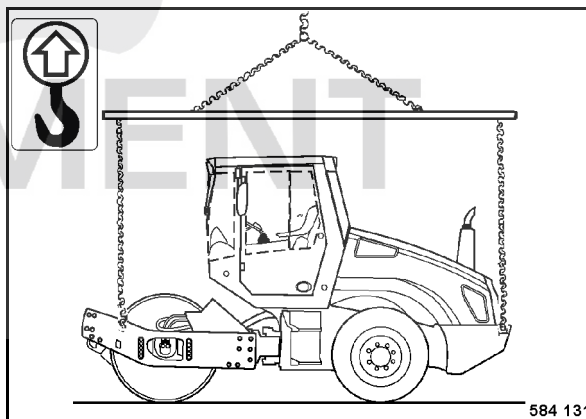

Fig. 116
- Utiliser les quatre anneaux de levage (Fig. 116) ainsi qu'un dispositif approprié pour le levage de la machine.